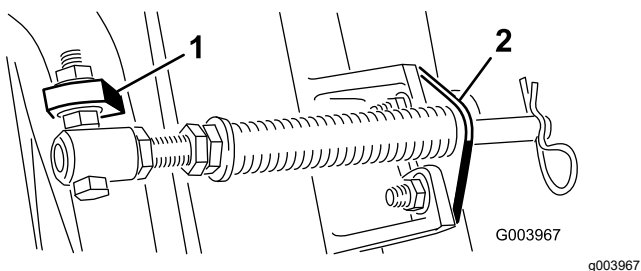
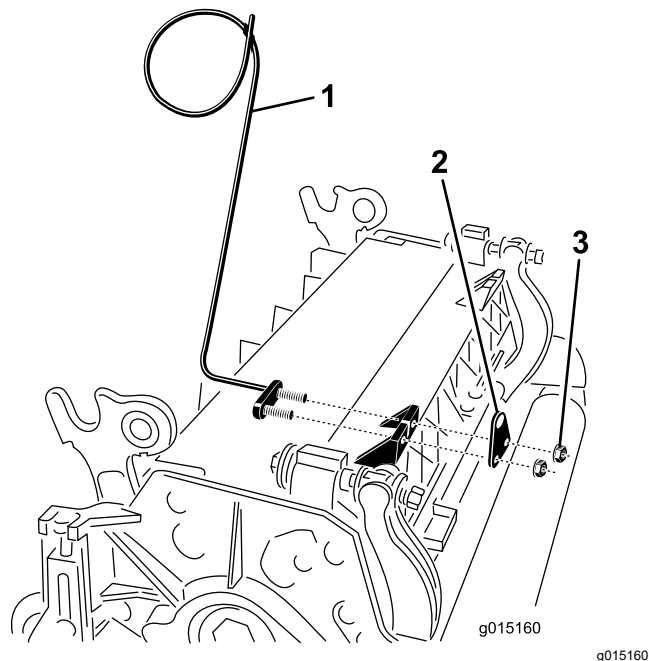

Figura 11
Figura 13
- C. Monte o parafuso no tubo da mola no separador oposto na estrutura de suporte e prenda com a porca flangeada. A cabeça do parafuso deve ser colocada no lado de fora do separador conforme ilustrado na Figura 11.
D. Monte o suporte da barra nos separadores da unidade de corte com os parafusos e porcas da carroçaria (Figura 11). Adicionalmente, na unidade de corte, monte o guia de tubos do lado esquerdo na frente dos separadores da unidade de corte ao reinstalar o suporte da barra (Figura 13).